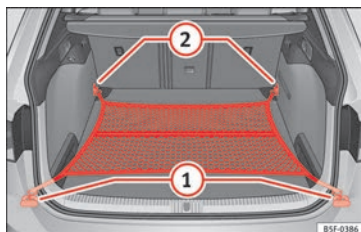

Abb. 177 Im Gepäckraum: flach eingehängtes Gepäckraumnetz (Modell LEON ST).
- Heben Sie ggf. die vorderen Verzurrsen » **Abb. 177** (2) an.
- Hängen Sie die Haken in die Verzurrsen (2) » ⚠ ein. Der Reißverschluss des Gepäckraumnetzes muss dabei nach oben zeigen.
- Hängen Sie die Haken in die Verzurrsen (1) ein.